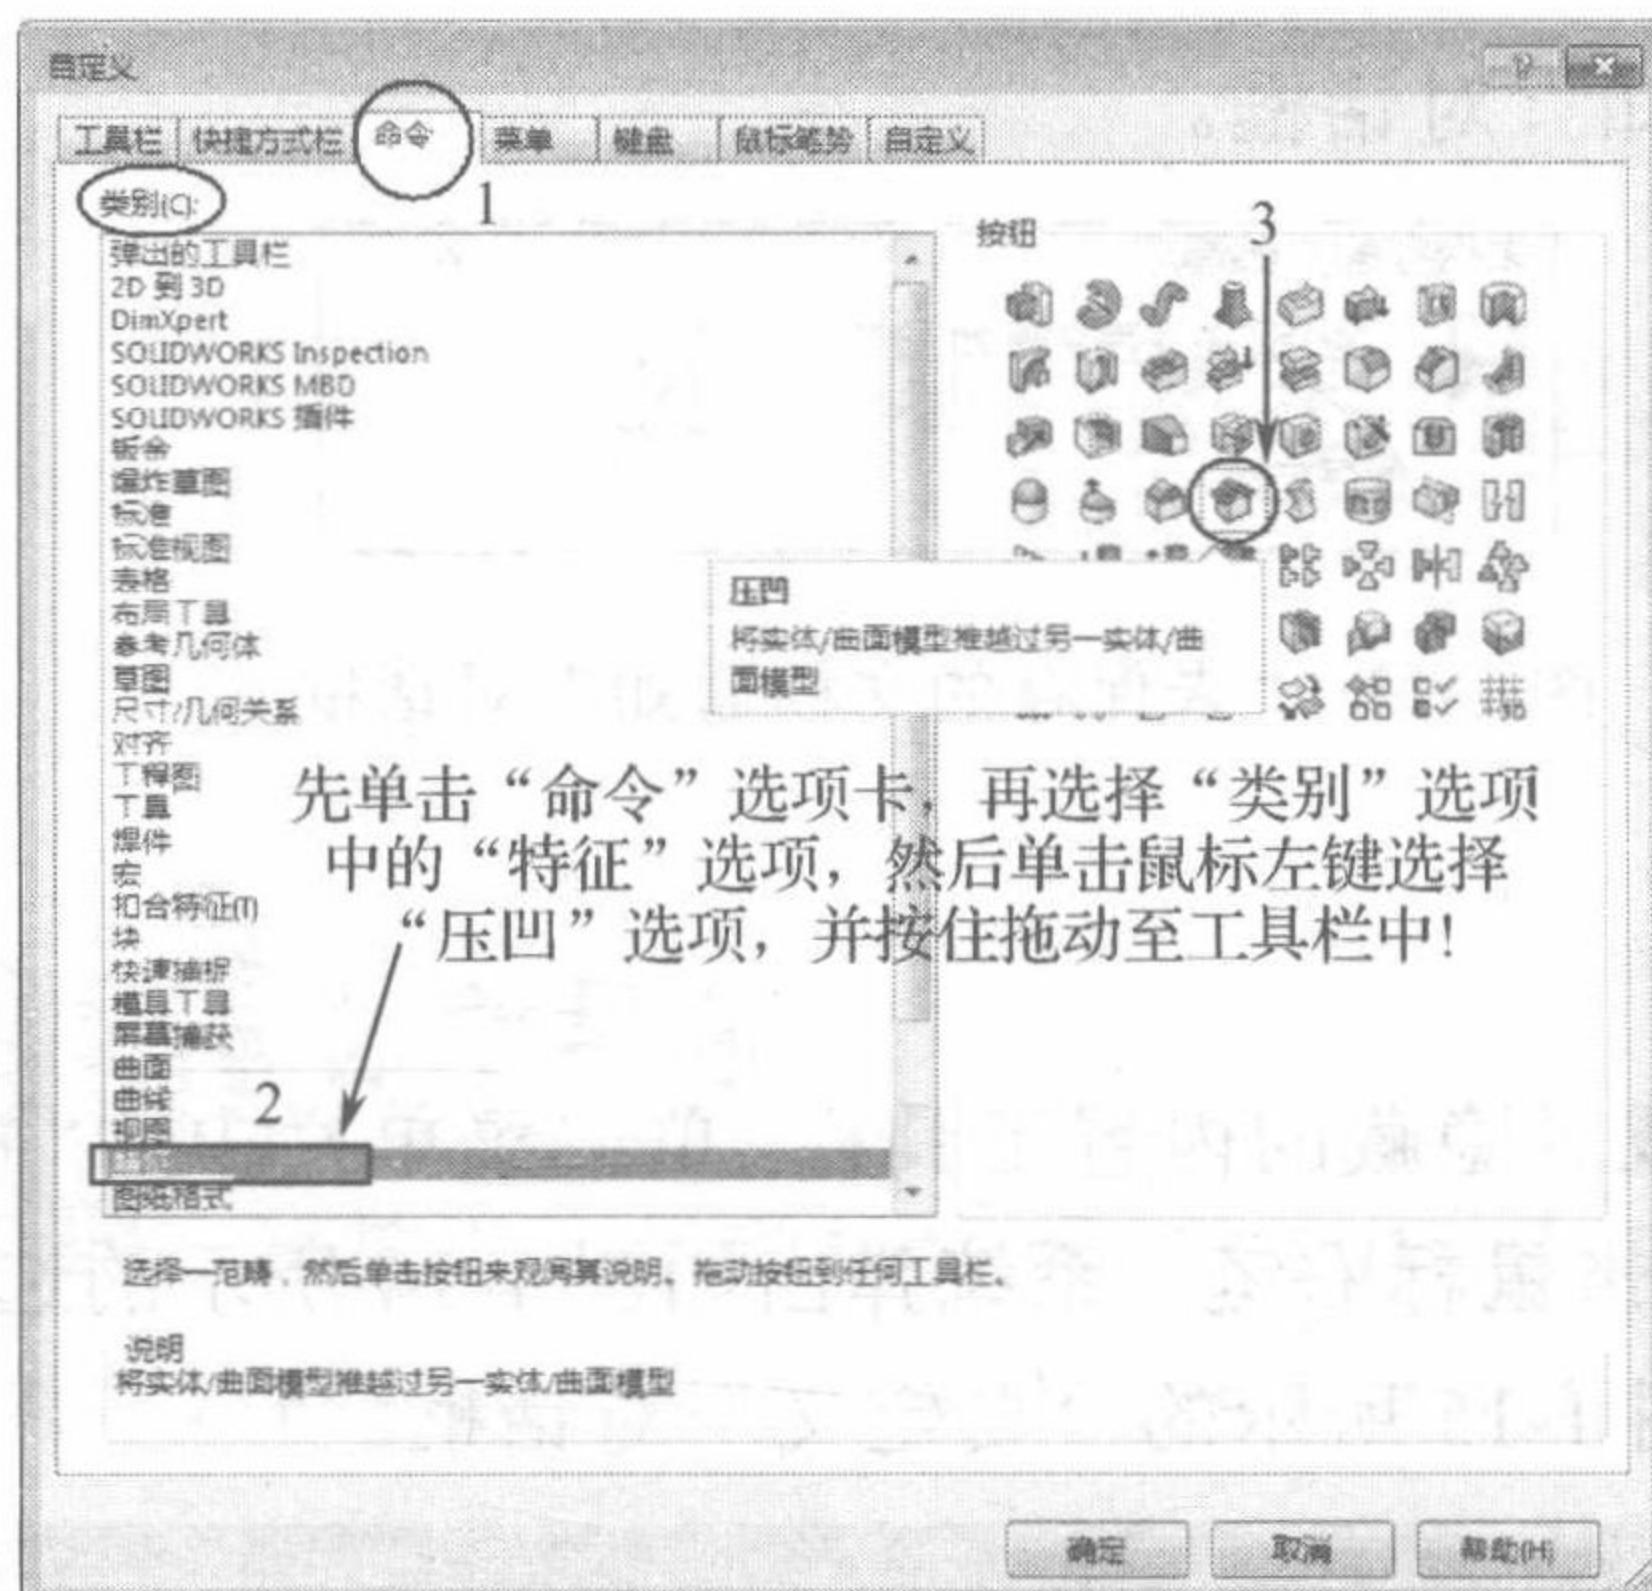

图 1-16 “命令”选项卡
**01** 选择“自定义”对话框中的“命令”选项卡，选择“类别”选项下的“特征”选项组中的“压凹”选项，如图 1-16 所示。